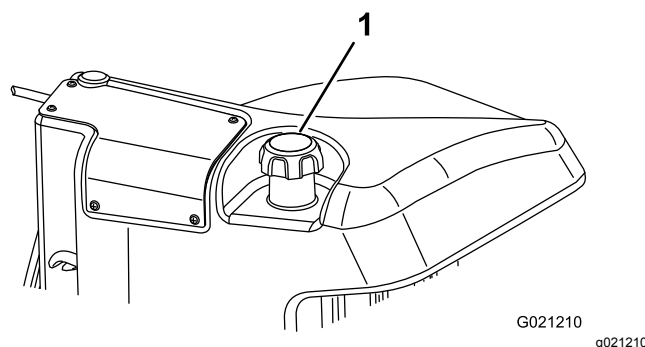

Figura 17
3. Togliete il tappo dal serbatoio carburante (Figura 17).